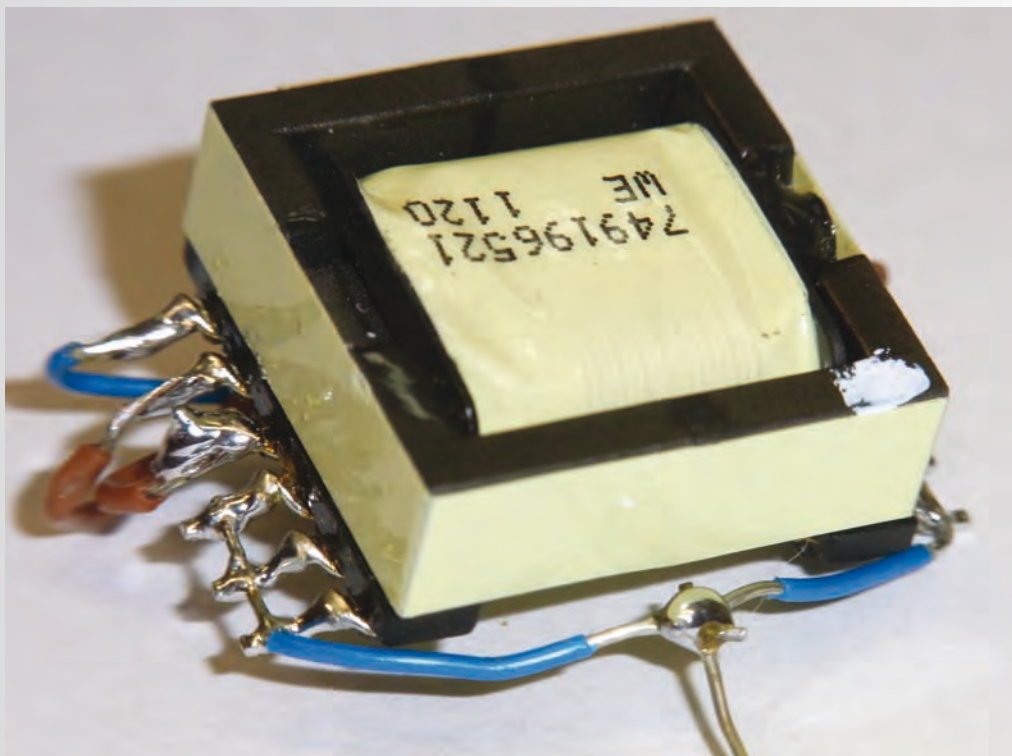

Fig.4 Fotografia del trasformatore usato per le misure, si notino i fili di collegamento
- Ripetere la misura al passo 2 con il secondario in cortocircuito; vedi fig.4-B. Fare la misura ad un paio di frequenze e verificare che l' induttanza non vari in modo significativo. Il valore ricavato lo chiameremo **Lpss**.
Vediamo ora una applicazione pratica di questa procedura usando un trasformatore **Würth** della serie WE-FLEX 749196521 che potete vedere nella foto di fig.4